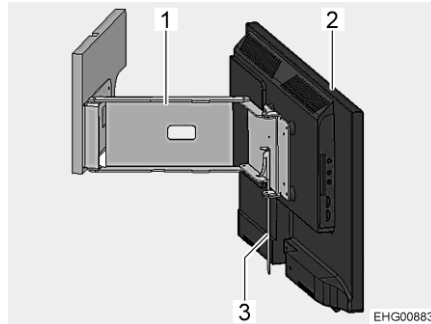

Bild 82 Platt bildskärm på ledad arm
- Flytta spaken (Bild 82,3). Den ledade armen (Bild 82,1) är upplåst.
- Sväng den platta bildskärmen (Bild 82,2) till önskat läge.